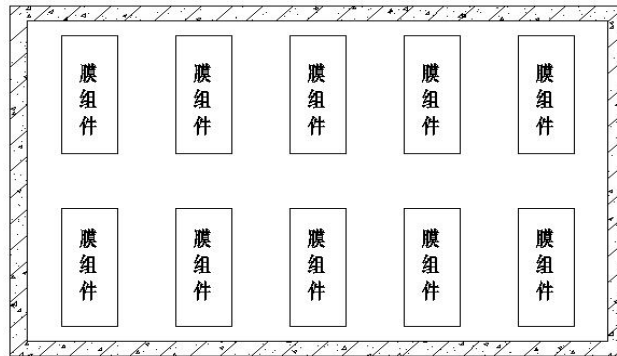
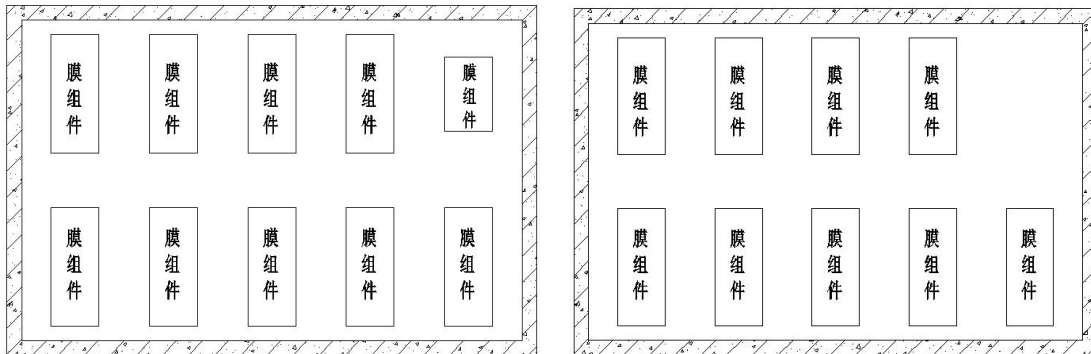

图 2-4 膜组件在反应池中推荐布置方式图
图 2-5 膜组件在反应池中的不推荐布置方式图
- d. 膜组件的推荐布置方式见图 2-4，不推荐布置方式见图 2-5；